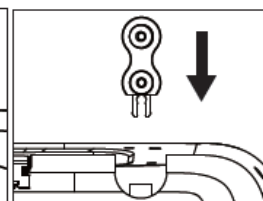

Fig.23
- b. Postavite dupli kotačić za gornju nit na stroj (Fig. 23–24).